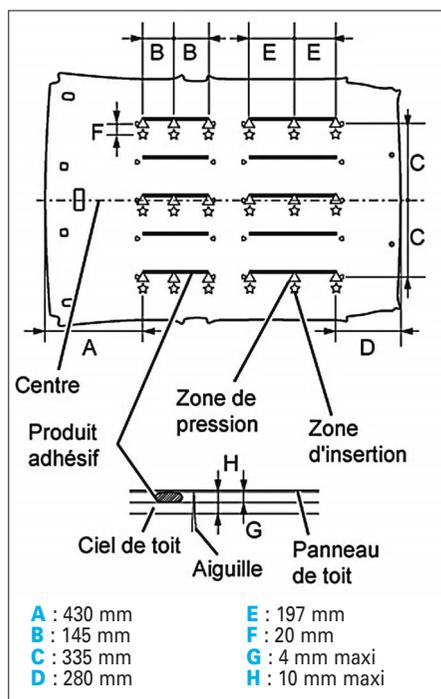

FIG. 130
- Appuyer délicatement sur les zones de pression (Fig.130).
- Enfoncer une aiguille (Fig.130) permettant de connaître la distance entre la garniture et le panneau de toit ; cette dernière doit être égale à 10 mm.
- Ouvrir la trappe à carburant, puis déposer la vis (1) (Fig.130).